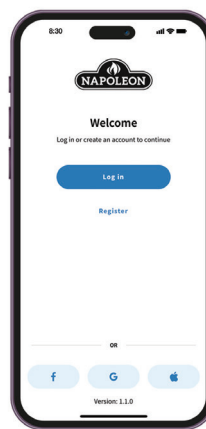

Fig. 1
1. Opret en konto med **Napoleon Home App** ELLER log ind med din Facebook-, Google- eller Apple-kontooplysninger. (Fig. 1)